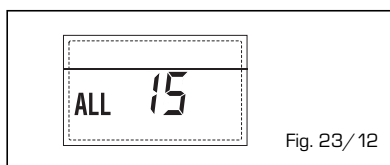

Fig. 23/12
- **ANOMALIA SONDA ESTERNA "LAMPEGGIANTE"** (fig. 23/13)